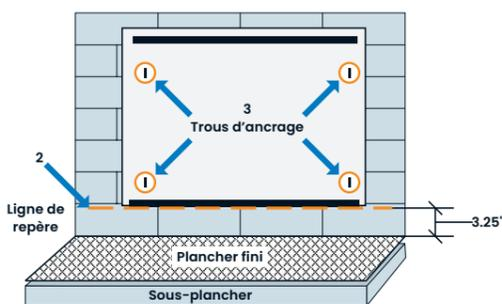

Figure 2: Ajoutez une ligne de repère
2. Tracez une ligne de repère sur le mur à 3,25" au-dessus du plancher fini (voir **Figure 2**).